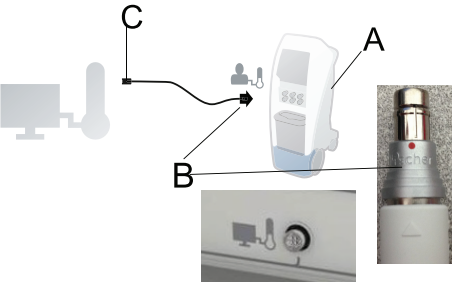

Figura 12 –
- Alinhe o ponto vermelho no **Cabo de saída de temperatura do doente reutilizável** (B) com a porta de dispositivo externo (Figura 12) do controlador (A).